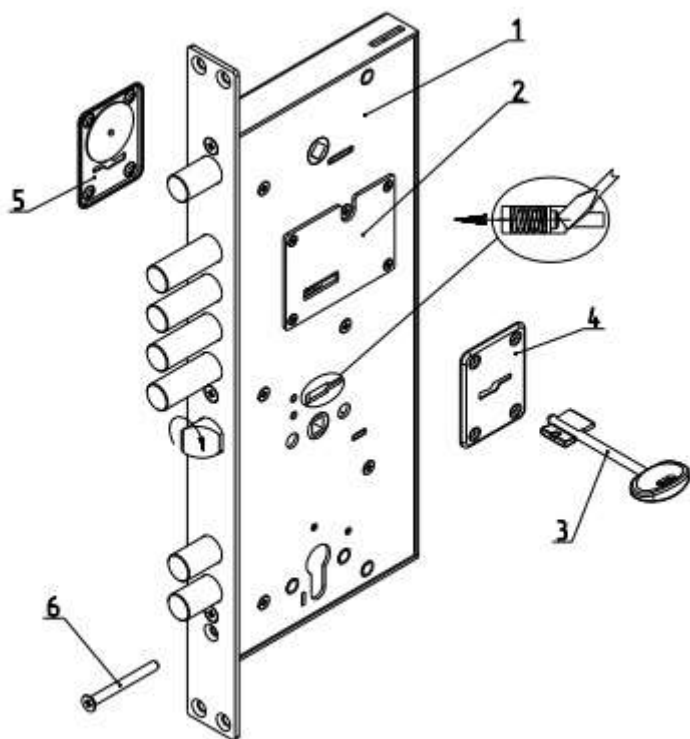

Рис.1
Комплектность замка приведена в таблице и показана на рис. 1.
4.1. Внешний вид и установочные размеры замка показаны на рис.1, 2.
5.3. Установить при необходимости защелку в соответствующее положение для правой или левой двери путем ее выдвижения из корпуса отверткой через паз в крышке замка и разворота на 180° вокруг своей оси (см. рис.1).